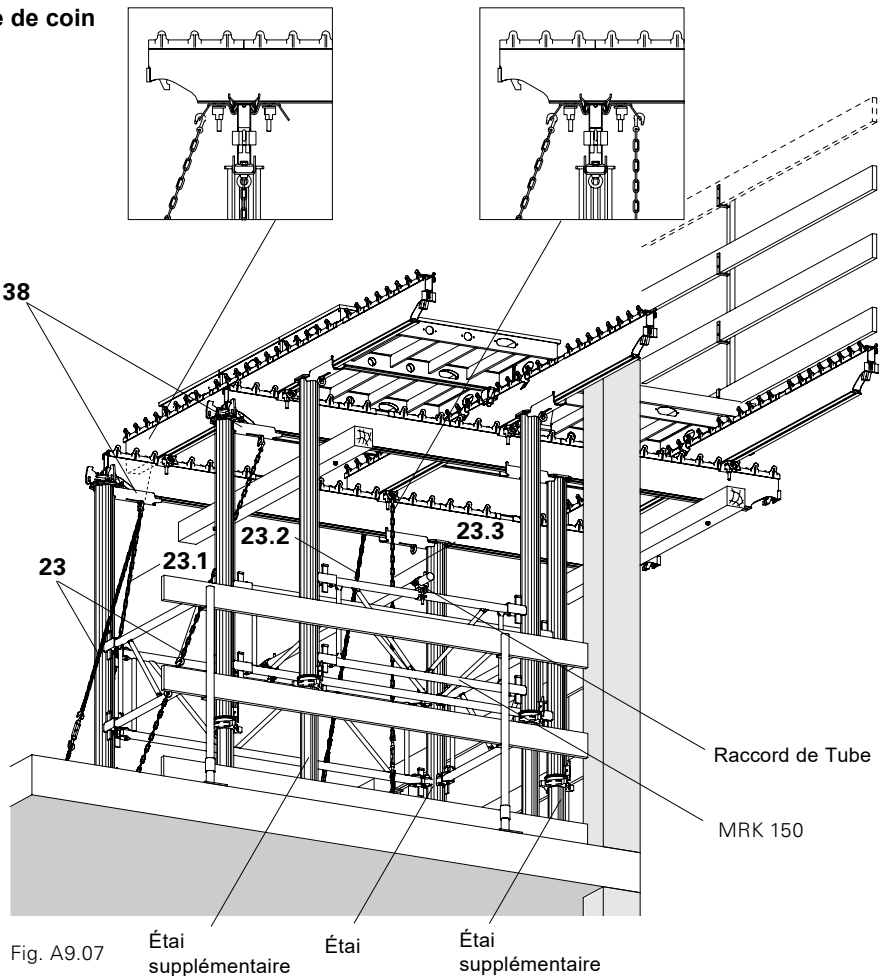

Fig. A9.07
1. Attachez une chaîne de coffrage (23) au dispositif de liaison STV extérieur (38) sur chacune des poutrelles primaires SLT 375, et fixer diagonalement.
3. Sur la poutrelle primaire centrale de dessus, fixez deux chaînes de coffrage aux Éclisses de Contreventement SAO. La première chaîne est fixé en diagonale (23.2); la deuxième chaîne (23.3) est fixé verticalement. (Fig. A9.07 + A9.07a)